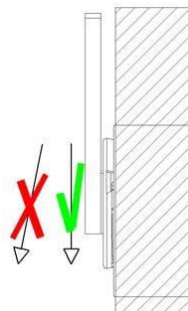

Fig.3
**ATTENZIONE:** La forza applicata all'utensile deve essere parallela all'asse della cinghia. Una forza obliqua a tale asse, può causare la rottura del tenditore (Fig.3).
**WARNING:** The power exerted on the tool must be parallel to the belt axis. An oblique strength applied on this axis might cause the tensioner to break (Fig. 3).